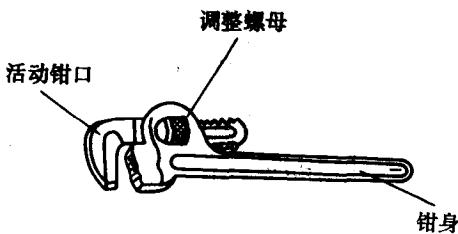

图 1-7 管子钳
6. 管子钳 管子钳由钳身、活动钳口和调整螺母组成，见图 1-7。其规格以手柄